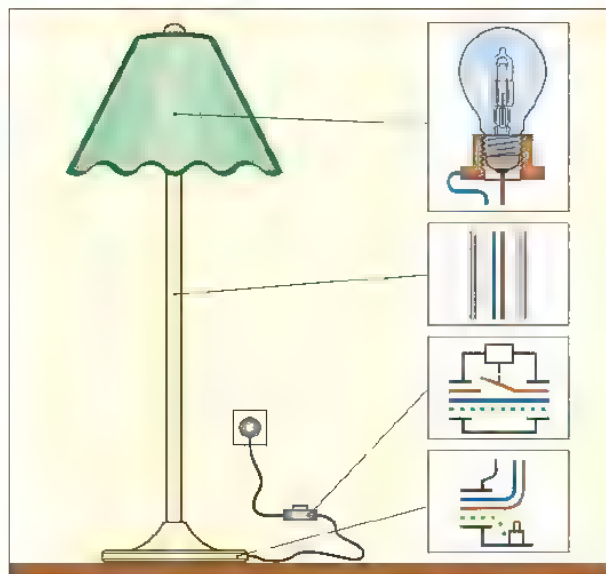

Bild 1: Fehlersuche an einer defekten Stehleuchte
In einer Elektrowerkstatt ist eine Stehleuchte zur Reparatur abgegeben worden. Die Stehleuchte (**Bild 1**) mit ein geschraubter Lampe leuchtet nicht mehr und soll auf mögliche Fehlerquellen untersucht werden.
1. Diskutieren Sie mit Ihrem Tischnachbarn über mögliche Fehlerursachen und listen Sie eventuelle Ursachen für das Nichtleuchten der Stehleuchte (**Bild 1**) auf